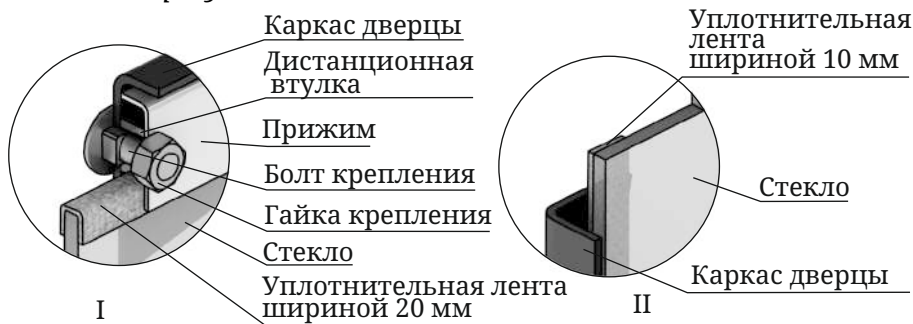

Рисунок 7. Крепление светорозрачного экрана дверцы модификации «Люмина»
Если на нем нет уплотняющих лент, наклейте их, лента шириной 20 мм наклеивается сверху и снизу стекла «П» — образно (рисунок 7.І), лента шириной 10 мм наклеивается вертикально, вдоль боковых сторон стекла (рисунок 7.ІІ).
4. Вставьте стекло в упор, при этом лента, наклеенная с боковых сторон (вертикальная) должна быть зажата между стеклом и каркасом дверцы (рисунок 7.ІІ).
Внимание! Гайки, фиксирующие прижим, накручиваются на болты крепления через дистанционные втулки (рисунок 7.І).